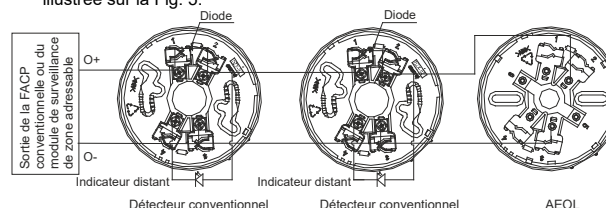

Fig. 5
- Un couvercle doit être placé sur l'unité AEOL si celle-ci n'est pas utilisée comme base du détecteur. La composition du système est illustrée sur la Fig. 5.